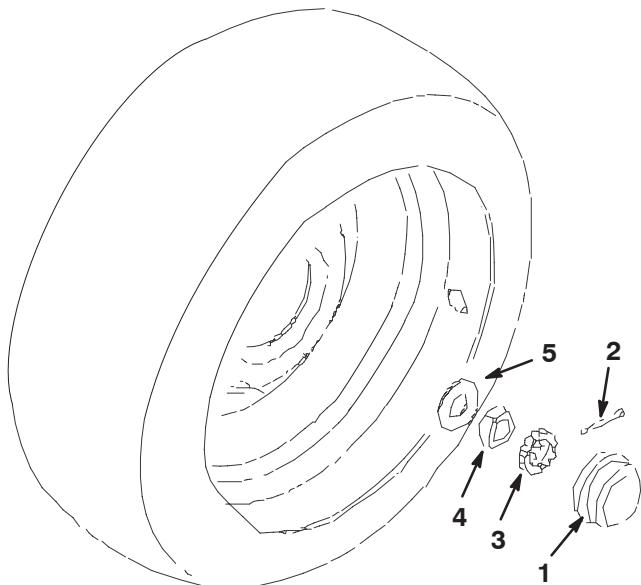

Figure 67
- Retirez le capuchon anti-poussière au bout de la fusée. Enlevez la goupille fendue de fixation du dispositif de retenue (Fig. 67).
- Serrez l'écrou de blocage (Fig. 67) à environ 8,5–11,3 Nm avec une clé à main.